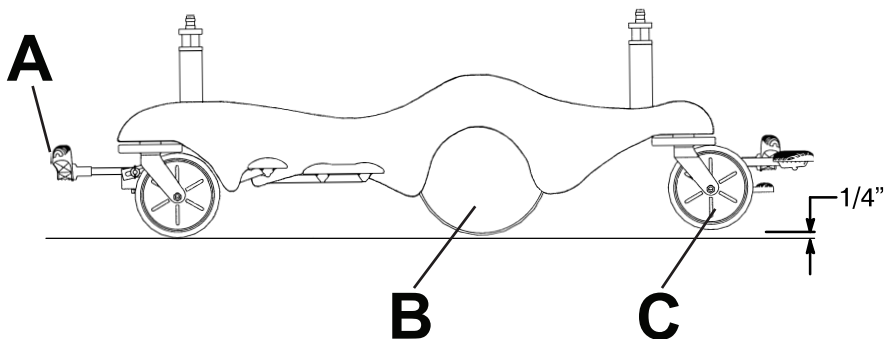

Figura 10 – Transportar um doente com Big Wheel
5. Ponha o pedal de travagem/condução (A) na posição de condução (Figura 10).
- A **Big Wheel** (B) não gira. Não pode mover o produto lateralmente quando aciona a **Big Wheel**.
- Quando aciona a **Big Wheel** (B), o produto é elevado e os rodízios da extremidade do lado dos pés (C) são elevados. O produto fica assente nos rodízios da extremidade do lado da cabeça e na **Big Wheel**, fazendo com que seja mais fácil direcionar o produto (Figura 10).